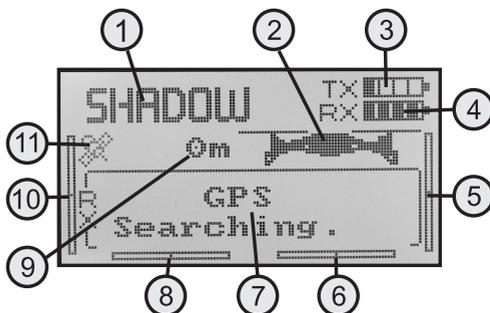

Figura 10
L'indicazione di funzionamento illustrato nella figura 10 appare completa solo se il sistema ricevente o il quadricottero è in funzione.
Accendere il telecomando e verificare il corretto funzionamento del trasmettitore in base all'indicazione del display. Gli indicatori di trimming (vedere figura 10, pos. 5, 6, 8 e 10) devono essere in posizione centrale. In caso contrario, impostare il trimming (vedere la sezione g) del capitolo 11).